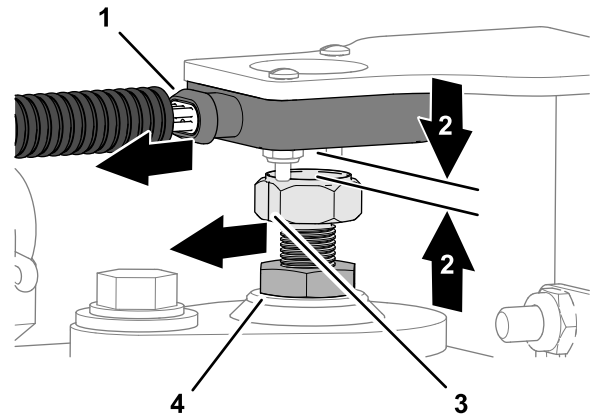

Bild 11
- Stellen Sie die Position des magnetischen Schaltziels ein, bis Sie einen Abstand von 4 mm zwischen dem Schaltziel und der Oberfläche des Sensors messen (Bild 11).
- Drehen Sie das magnetische Schaltziel, bis die Indikatorlinie, die in die flache Seite des magnetischen Schaltziels eingeprägt ist, mit dem Kabelanschluss des Sensors übereinstimmt (Bild 11).
- Ziehen Sie die Klemmmutter an (Bild 11).
- Messen Sie den Abstand zwischen dem Schaltziel und der Oberfläche des Sensors (Bild 11). Dieser sollte 2 bis 4 mm betragen.